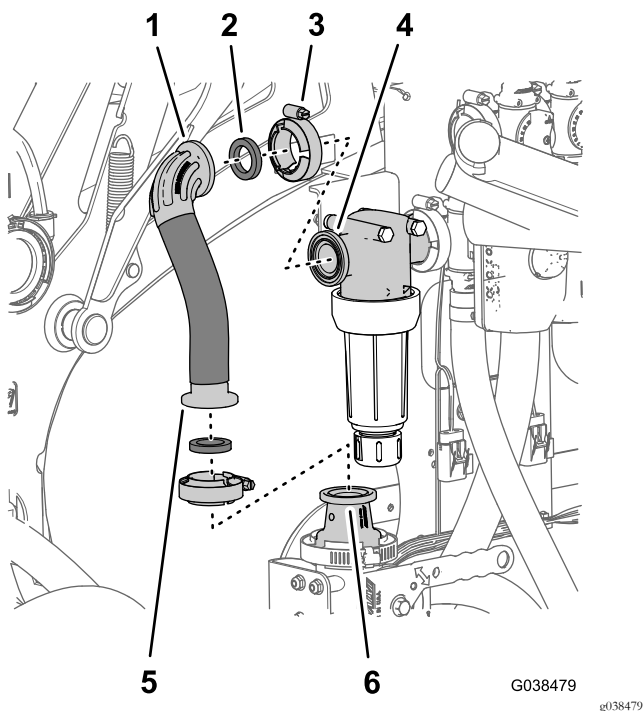

图76
1. 将上供水软管2.5 x 22cm的直通宝塔接头和垫片1 x 1 3/8英寸与清洁加药器切断阀适配器的法兰对齐图76。